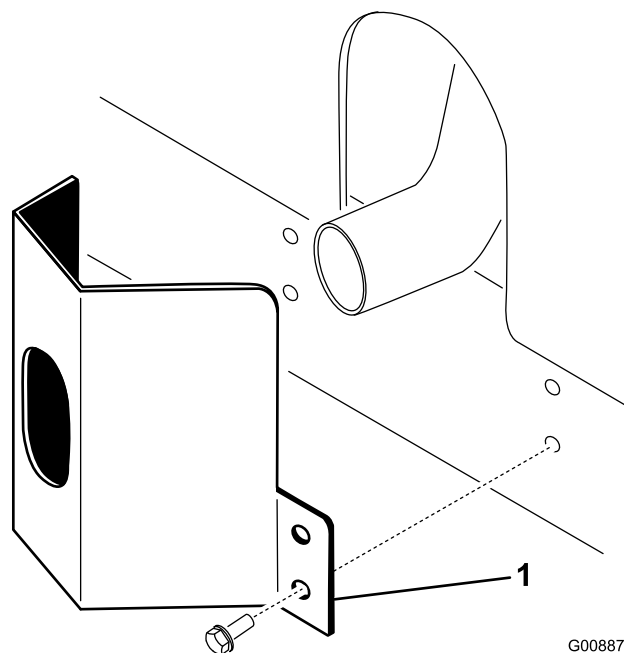

Figura 8
1. Coloque a cobertura do escape à volta da panela do escape, enquanto estiver a alinha os orifícios de montagem com os orifícios no chassis (Figura 8).
2. Prenda a cobertura do escape ao chassis utilizando 4 parafusos autoroscantes (Figura 8).